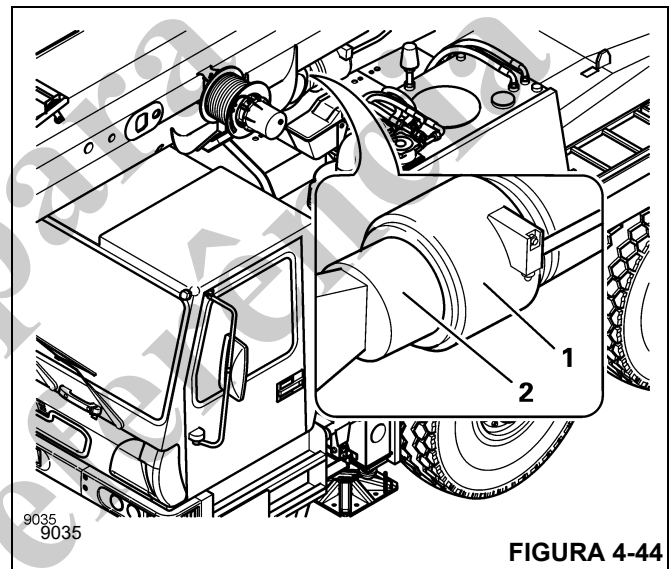

FIGURA 4-44
- Limpe a extremidade aberta (2, Figura 4-44) da haste do pistão, removendo graxa velha, partículas de sujeira e ferrugem.
- Lubrifique a extremidade aberta (2) da haste do pistão no cabeçote do cilindro de elevação (1) de forma que ela fique uniformemente coberta com graxa.